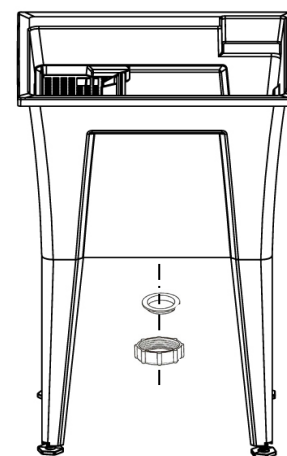

FIG. 4
4. Installez la robinetterie et le drain sur la cuve (**Fig. 4**). Notez que la cuve peut également être installée dans un comptoir (sans patte).
4. Install the faucet and the drain on the laundry tub (**Fig. 4**). Note that the laundry tub may also be installed in a counter top (without leg).